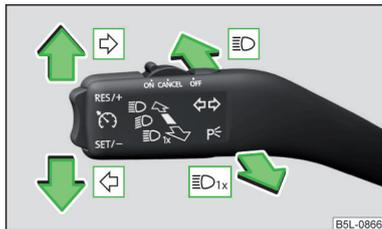

Fig. 43
Posiciones de la palanca de mando » fig. 43
► Presione la palanca de manejo hasta el tope en la posición ⇄ o ◀ ▶ » **fig. 43 de la *pág. 63***.